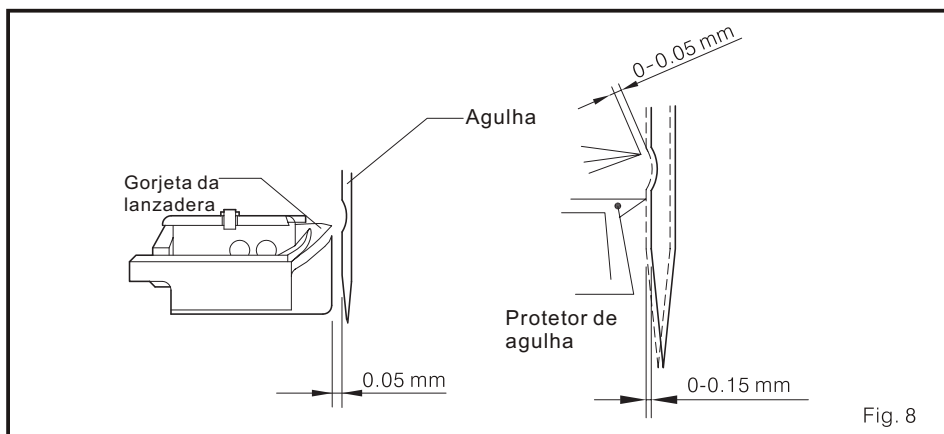

Fig. 8
4. Depois de todos passos mencionados previamente. Ajuste fortemente todos os parafusos relacionados. (Fig. 8)